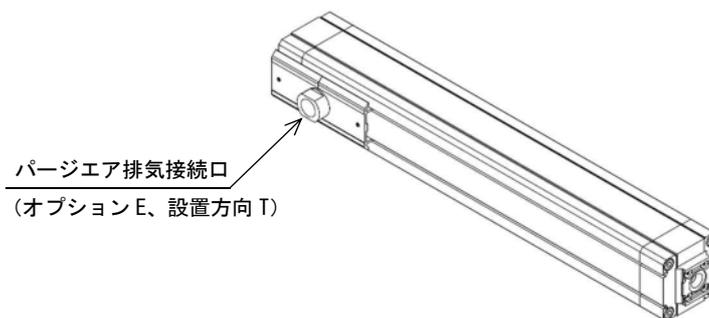

図 6
- 3) 排気用ポート付の場合、排気エアの配管は内径 8.9mm 以上のホース又は配管材を使用し、長さは 2m 以内としてください。（図 6 参照）